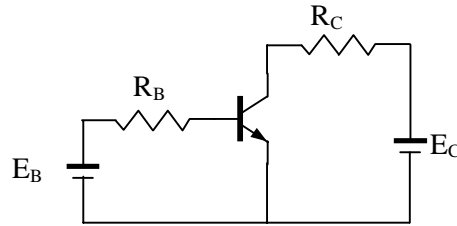

Fig. 21
1. Tracer la droite de charge statique et la droite d'attaque statique du circuit de la figure 21.